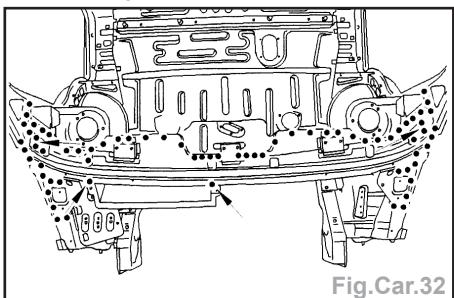

Fig.Car.32
- Souder par points électriques, par points bouchon MAG et meuler les points bouchons (Fig.Car.32).